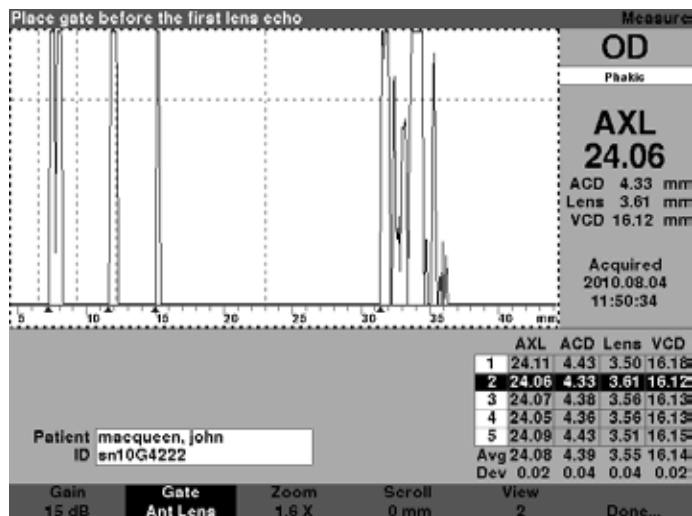

Figura 6-6 Medição ativada usando o menu de revisão da forma de onda
2. Pressione o botão giratório ou o botão \surd para ativar a área da forma de onda atual, indicada pela borda tracejada. (Consulte a Figura 6-6 na próxima página.) As seleções do menu na tela de Medição mudarão do menu Principal para o menu de Revisão da forma de onda.